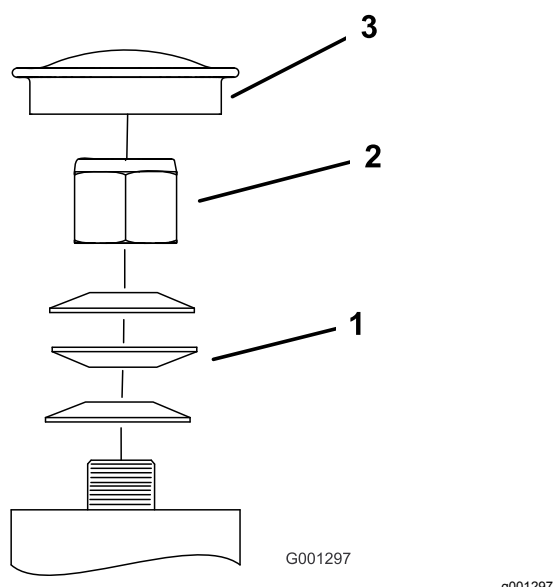

Figure 63
3. Retirez le couvre-moyeu de la roue pivotante et serrez le contre-écrou (Figure 63).
4. Continuez de serrer le contre-écrou jusqu'à ce que les rondelles élastiques soient aplaties, puis desserrez-le d'un quart de tour pour obtenir la précharge correcte des roulements (Figure 63).
Important: Veillez à placer les rondelles élastiques comme montré à la Figure 63.
5. Reposez le couvre-moyeu (Figure 63).